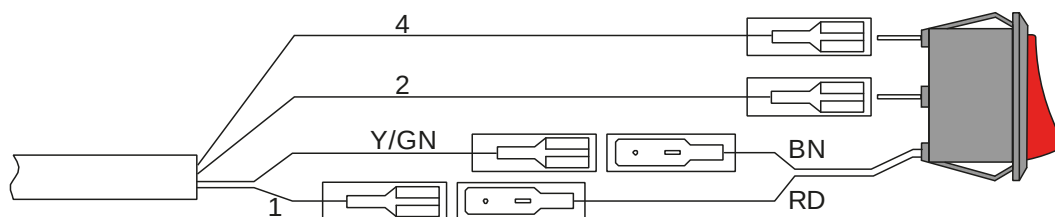

Abbildung 25: Anschluss Kontrollgerät
- Stellen Sie die elektrische Verbindung gemäß **PALFINGER Tail Lifts** Schaltplan her (siehe auch Abbildung 25).